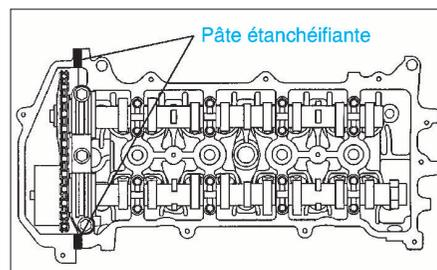

FIG. 25
- enlever la pâte d'étanchéité restante sur la culasse et appliquer de la pâte d'étanchéité sur les points indiqués (fig. 25).